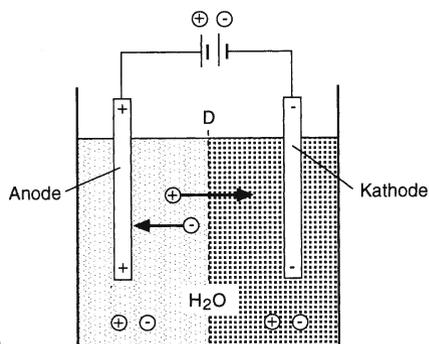

Abb. 109. (+) =  $\text{Na}^+$ ; (-) =  $\text{Cl}^-$ ; D = Diaphragma
1) Elektrolyse einer **wässrigen** Natriumchlorid-Lösung (Abb. 109) (**Chloralkalielektrolyse**)